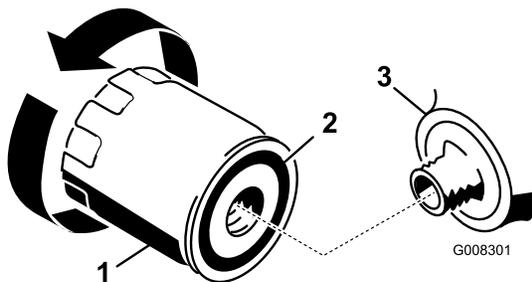

Figura 25
- Retire el filtro usado y limpie con un paño la superficie de la junta del adaptador del filtro (Figura 25).
- Aplique una capa fina de aceite del motor nuevo a la junta de goma sobre el filtro nuevo (Figura 25).
- Apriete el filtro 1/2 a 3/4 de vuelta más (Figura 25).